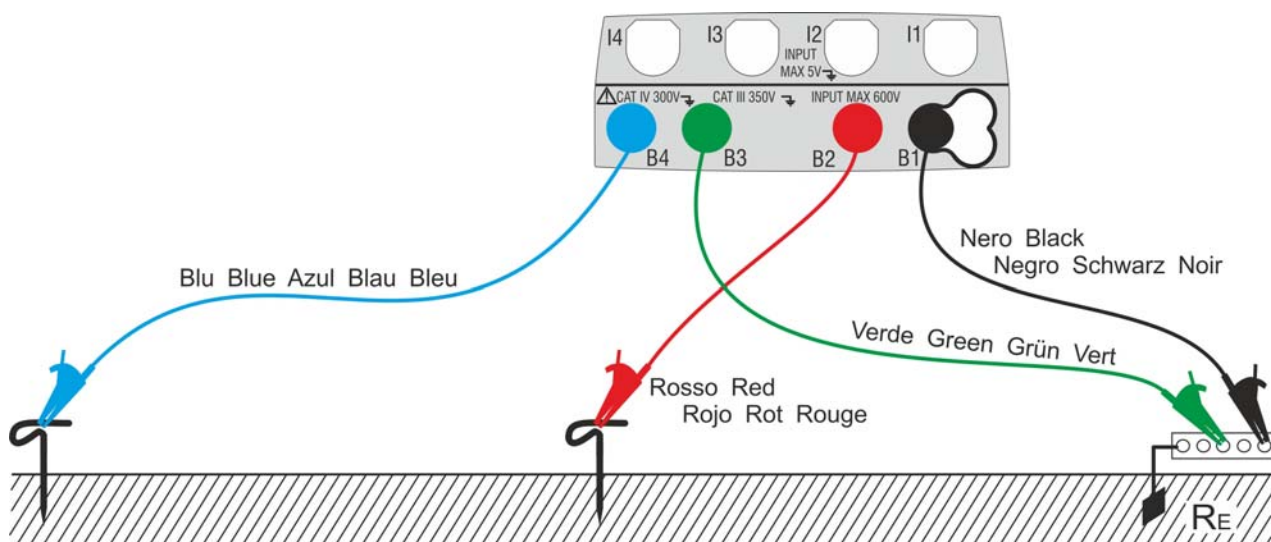
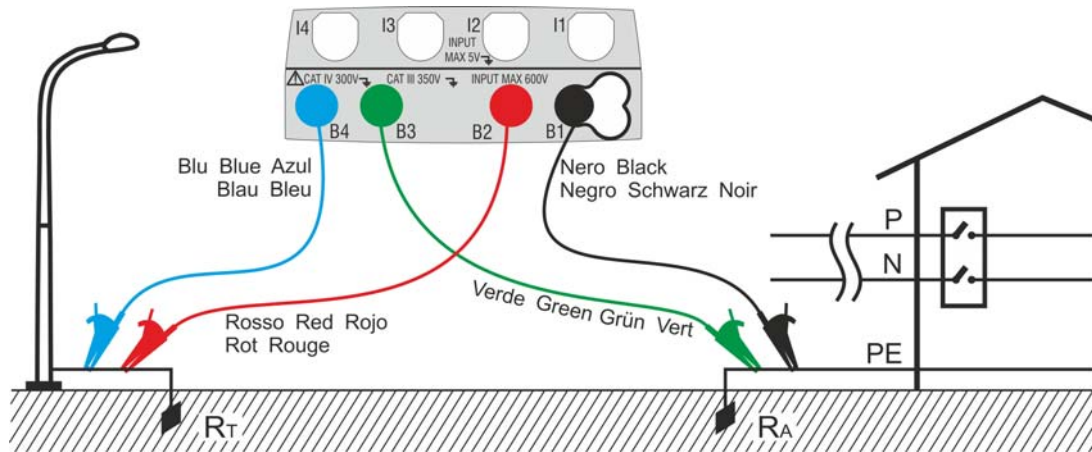
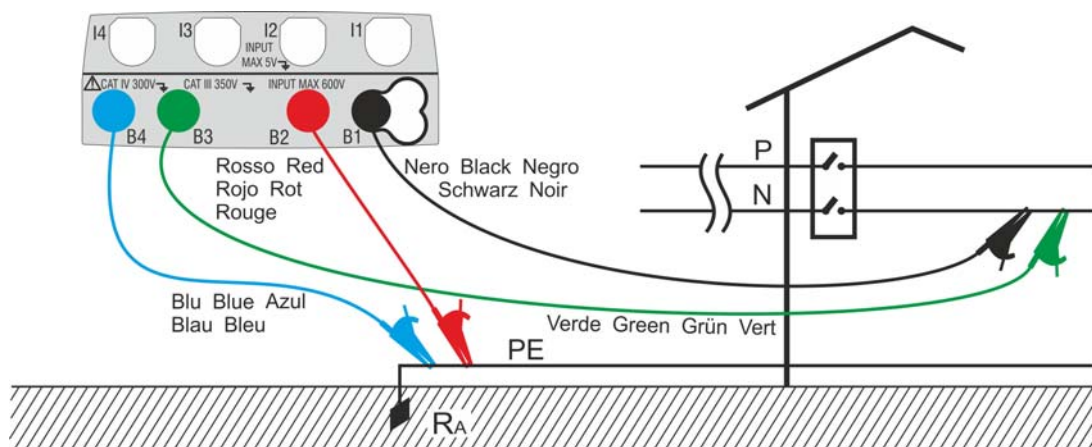

Fig. 27: Medida de la resistencia de tierra a 3 hilos
Fig. 28: Medida de la resistencia de tierra a 2 hilos con dispersor auxiliar
Fig. 29: Medida de la resistencia de tierra a 2 hilos del cuadro de alimentación
- 12 Conecte los cocodrilos a los dispersores auxiliares y a la instalación en examen de acuerdo con la Fig. 27, Fig. 28, Fig. 29 o Fig. 30